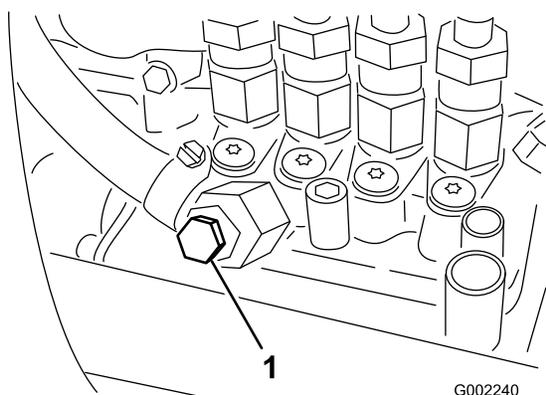

Figura 44
7. Aprite la vite di sfato sulla pompa d'iniezione (Figura 44).